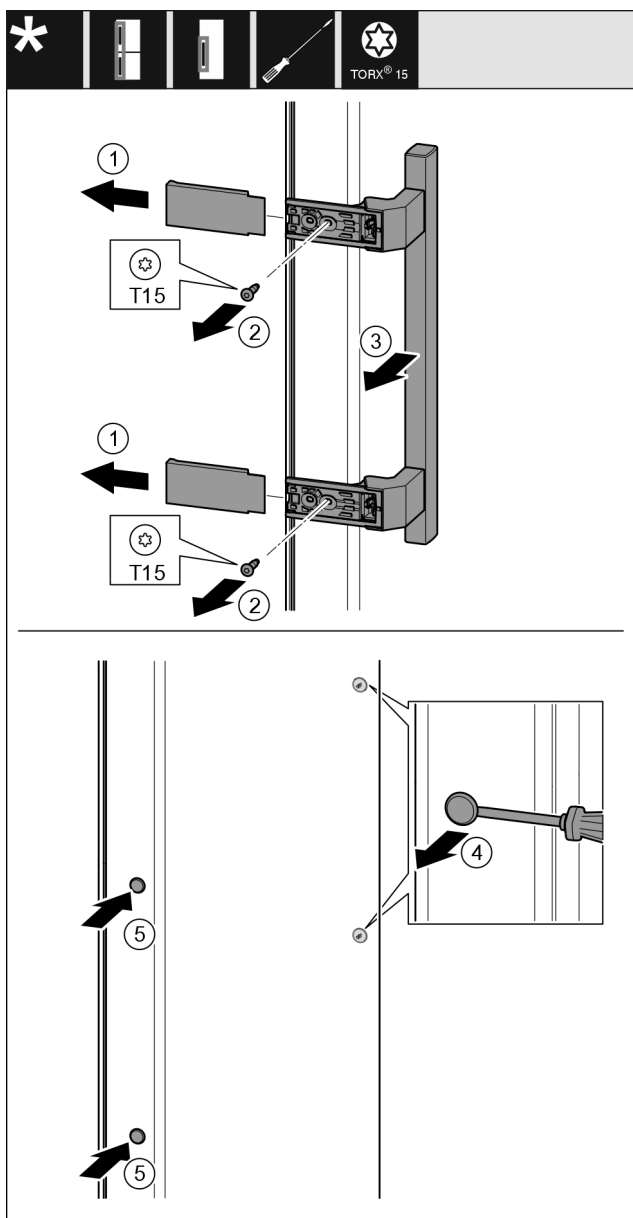

Fig. 19
- Štáhněte kryt Fig. 19 (1).
- Šroubovákem vyšroubujte šrouby Fig. 19 (2).
- Sejměte madlo Fig. 19 (3).
- Postranní zátku Fig. 19 (4) opatrně plochým šroubovákem nadzvedněte a vytáhněte.
- Zátku Fig. 19 (5) opět vložte na druhé straně.